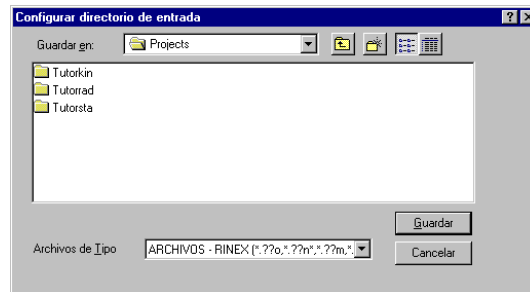

Figura B.2. Cuadro de Diálogo Configurar Directorio de Entrada
1. En el cuadro de diálogo **RINEX a Ashtech**, haga click en **Dir Entrada** para abrir el cuadro de diálogo **Configurar directorio de entrada**, similar a la Figura B.2.